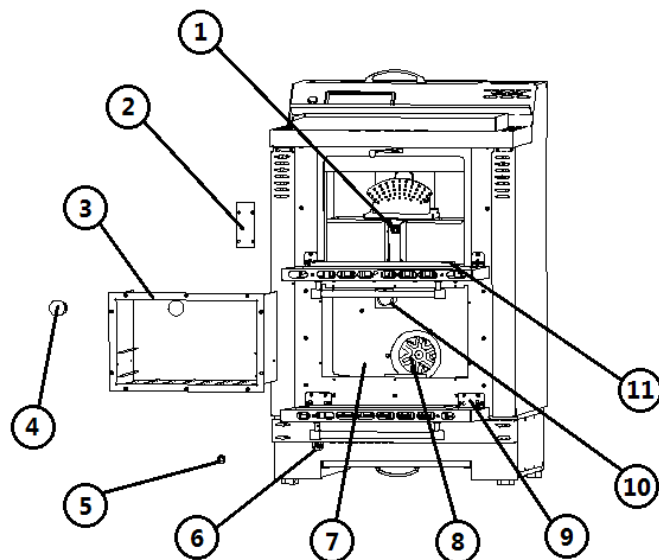

Fig. 37 - Vue de face
LÉGENDE Fig. 37 à page 68
- Dévisser les quatre vis du couvercle de la petite bougie d'allumage (voir **Fig. 37 à page 68**).